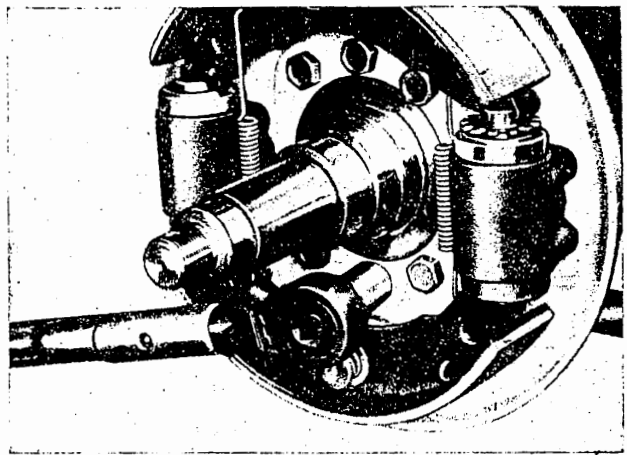

Bild V 9. Anbau der Radbremse, vorn – Anzugsmoment
6. Das Halteblech wird mit Sechskantschrauben $M 10 \times 14$ TGL 0-933-10.9 gal Zn – Anzugsmoment 70^{+10} Nm (7^{+1} kpm) befestigt (Bild V 9).